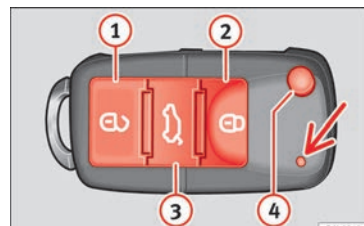

Fig. 84 Tasti della chiave con telecomando.
Con il tasto  » **fig. 84** del telecomando, si sblocca lo scatto della chiave.
Sblocco del veicolo  » **fig. 84** .
Tasto di chiusura  » **fig. 84** .
Sblocco del portellone posteriore. Tenere premuto il tasto  » **fig. 84**  fino a quando lampeggiano brevemente tutti gli indicatori di direzione. Dopo aver premuto il tasto di sblocco , si hanno 2 minuti per aprire il portellone. Una volta trascorso questo periodo si blocca di nuovo.
Inoltre, la spia della batteria della chiave » **fig. 84** (freccia) lampeggia.
- Premere il tasto   » **fig. 84** del telecomando.
Per cambiare lo stato bloccato/sbloccato, azionare il pulsante o il tasto ① » **fig. 84** della chiave del telecomando.